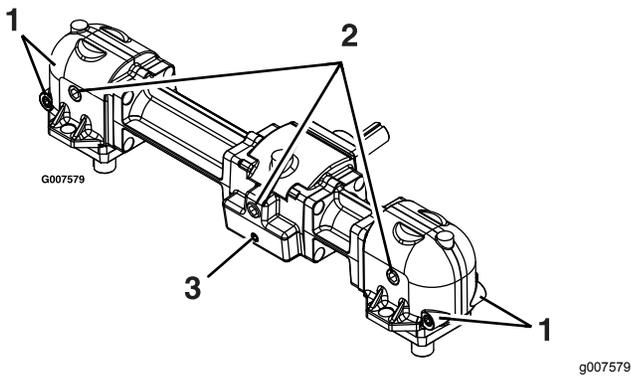

Figura 37
6. Retire el tapón grande de vaciado del aceite de la parte delantera de cada una de las 3 secciones de la caja de engranajes y vacíe el aceite (Figura 37).